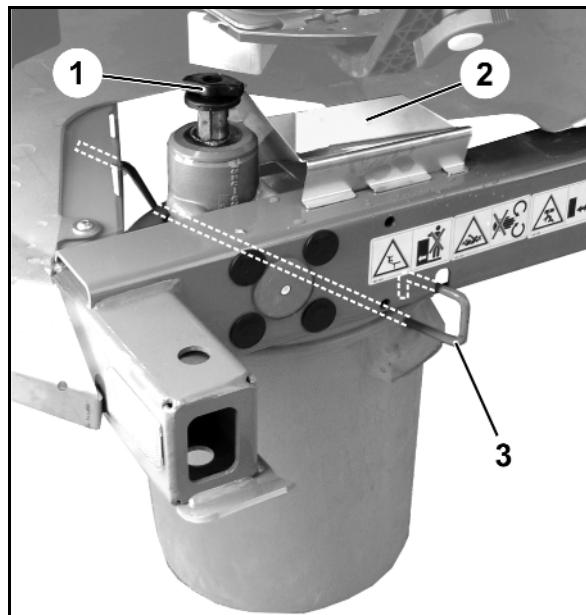

Fig. 39
1. Ta ut vingeskruen (Fig. 39/1).